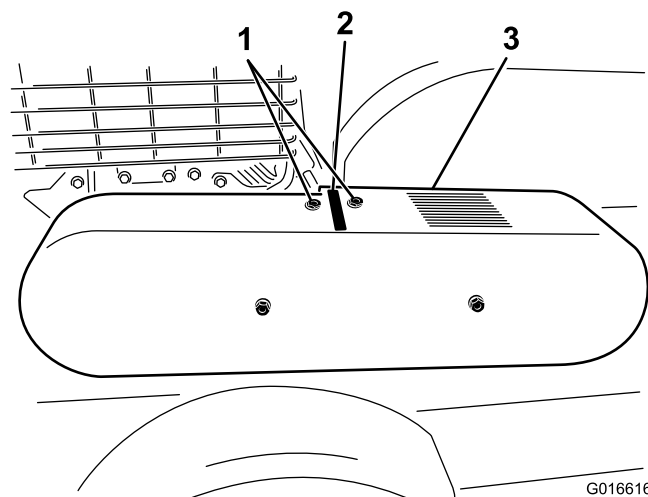

Figure 25
Remarque: Vérifiez la tension de la courroie d'entraînement en insérant une sonde en métal dans la fente sur le haut du protège-courroie (Figure 25) et en appuyant sur la sonde avec un dynamomètre de traction. La force doit être de 6,5 à 7,5 kg ($15 \pm 0,75$ lb) pour une flèche de 1 cm (0,40") de la courroie. Effectuez un réglage au besoin.
2. Déposez le protège-courroie (Figure 25).